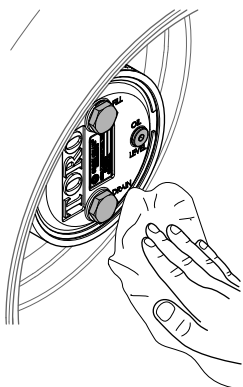

**Рисунок 108**
3. Начисто протрите корпуса планетарного редуктора и тормоза (Рисунок 108).